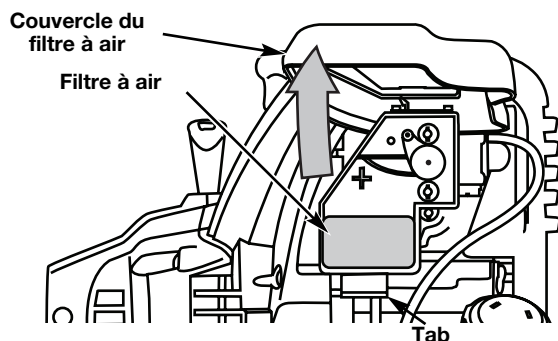

Fig. 44
REMARQUE : Mesurez la quantité nécessaire à l'aide de la bouteille et de la buse utilisées lors de la mise en service. 90 ml (3,04 oz) correspond environ au haut de l'étiquette de la bouteille (Fig. 44). Vérifiez le niveau d'huile avec la jauge. S'il est trop bas, ajoutez un peu d'huile par l'orifice et revérifiez. Ne remplissez pas trop (Fig. 43).
1. Ouvrez la couverture du filtre à air. Poussez la languette sur le dessous vers l'intérieur. Tirez ensuite la couverture du filtre à air vers le haut et vers l'extérieur. (Fig. 44).
2. Retirez le filtre à air (Fig. 44).